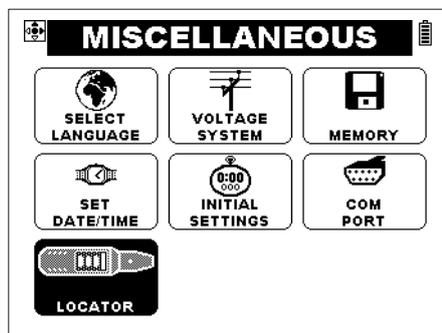

Abb. 5.44: Leitungssucher
- ❑ Schließen Sie die Prüflleitungen an die zu prüfende Anlage an (siehe *Abb. 5.44 und 5.46*).